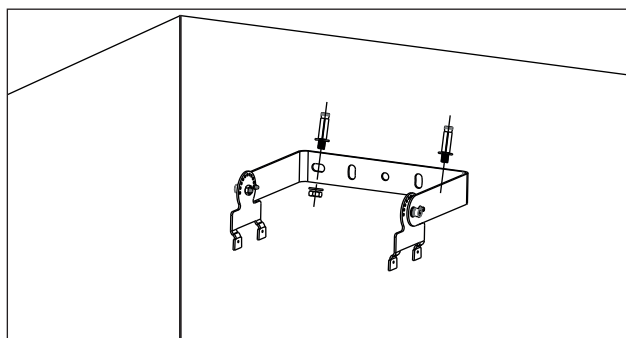

Abb. 5
1. Montieren Sie die Montagehalterung mit dem beigelegten Montagmaterial an der Wand (Abb. 5).